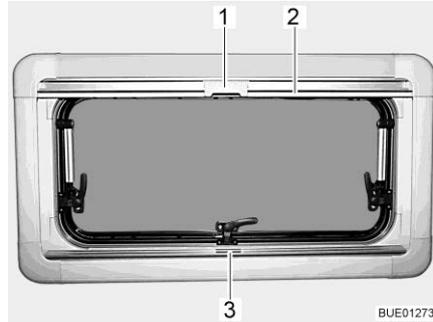

Fig. 101 Fenêtre projetante
**Fermer :** ■ Saisir le dispositif occultant plissé par le centre de la barre-poignée (Fig. 101,3), le tirer du bas vers le haut et le relâcher à la hauteur voulue. Le dispositif occultant plissé reste alors à cette hauteur.
**Fermer :** ■ Tirer la moustiquaire par la barre-poignée (Fig. 101,2) vers le bas jusqu'à ce qu'elle entre en contact avec celle du dispositif occultant plissé (Fig. 101,3).
■ Verrouiller le cran (Fig. 101,1) de la moustiquaire avec la barre-poignée du dispositif occultant plissé.
**Ouvrir :** ■ Presser le cran (Fig. 101,1) en haut de la moustiquaire vers l'arrière.
■ Ramener lentement la moustiquaire en arrière au moyen de la barre-poignée (Fig. 101,2).